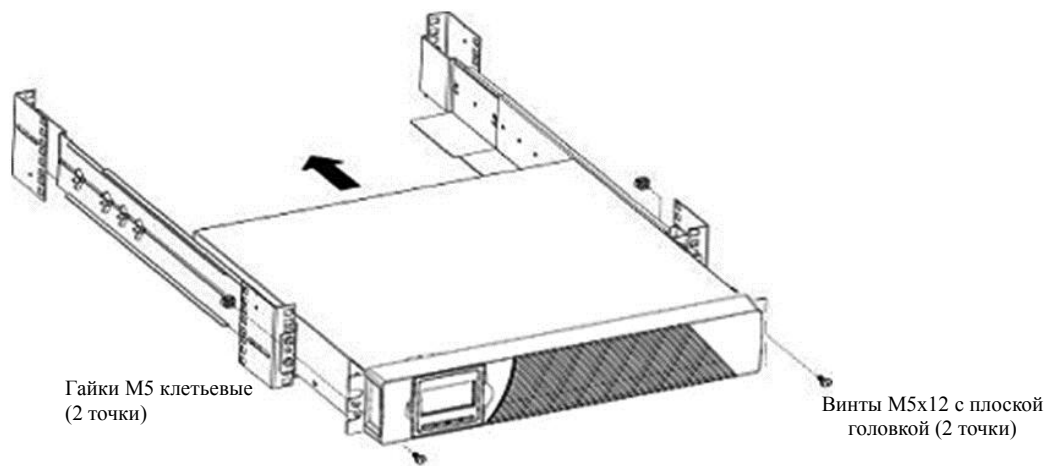

Рисунок 4 Крепление ИБП в шкафу спереди
- j) Закрепите ИБП в шкафу спереди при помощи одного винта М5х12 с плоской головкой и одной клетьевой гайки М5 справа и слева (см. рисунок 4). Вставьте нижний винт на каждой стороне через нижнее отверстие монтажного кронштейна и нижнее отверстие направляющей.